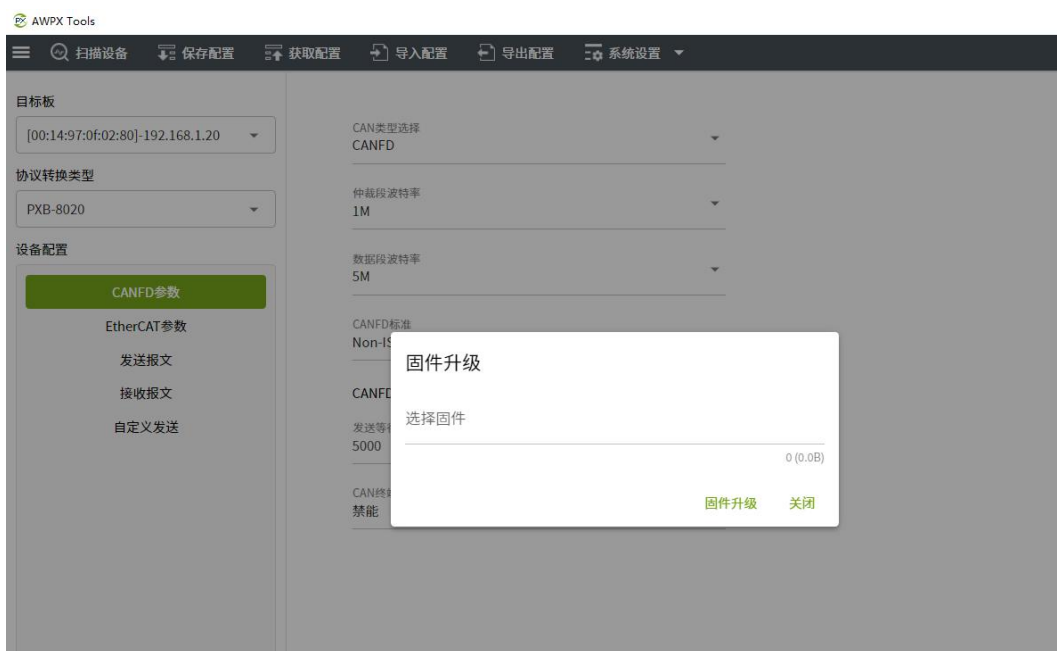

图 3.21 固件升级
**固件升级：**点击【系统设置】，在弹出的菜单中点击【固件升级】，AWPX 将弹出升级界面，如图 3.21 所示。